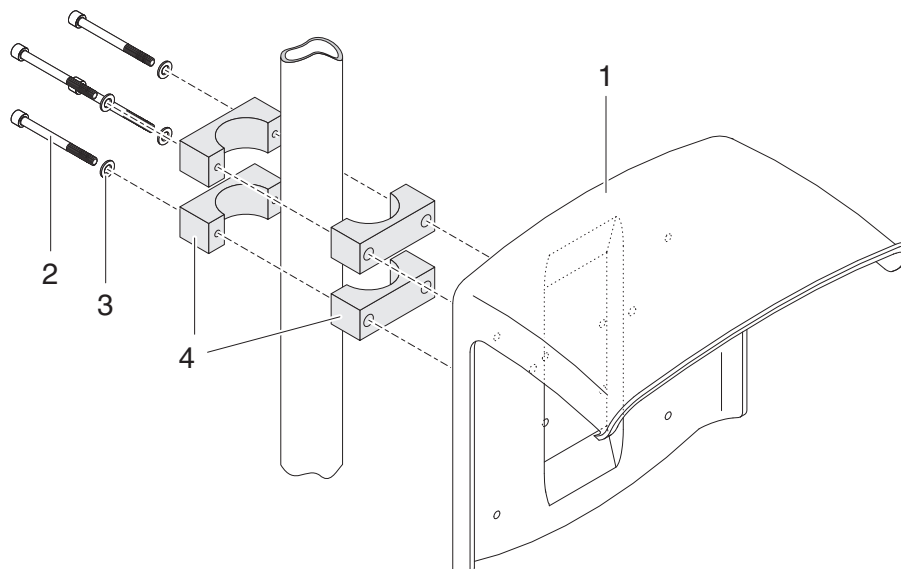

Bild 3-5 Schutzdach SSH/IQ an Standsäule montieren
- 1 Schutzdach (Pos. 1 in Bild 3-5) mit den vier Inbusschrauben (Pos. 2), den Unterlegscheiben (Pos. 3) und den Schellen (Pos. 4) in der gewünschten Höhe von der Rückseite her an die Standsäule schrauben.